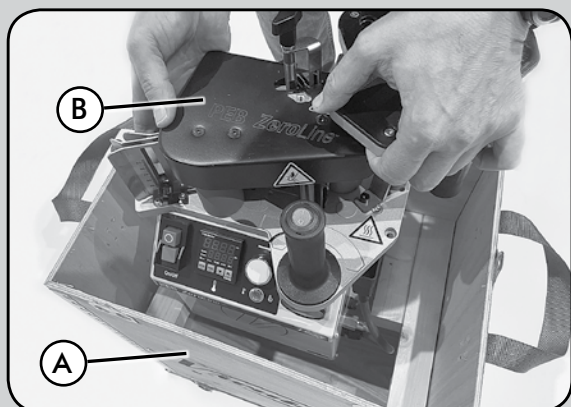

Fig. 2
- Retirez la machine B (Fig. 2) de l'intérieur de la boîte A (Fig. 2).